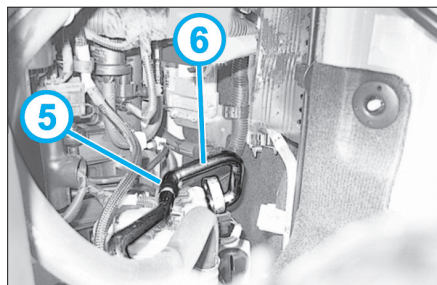

Fig. 4
- ouvrir le collier (5) et sortir le tuyau (6) (Fig.4).